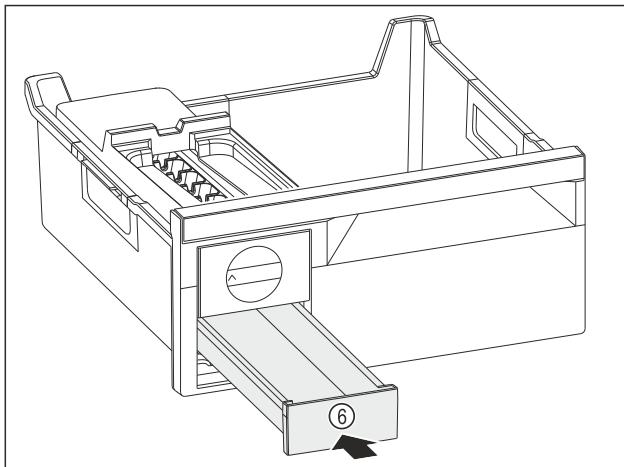

Fig. 135
- Вкарайте чекмеджето за ледени кубчета Fig. 135 (6).